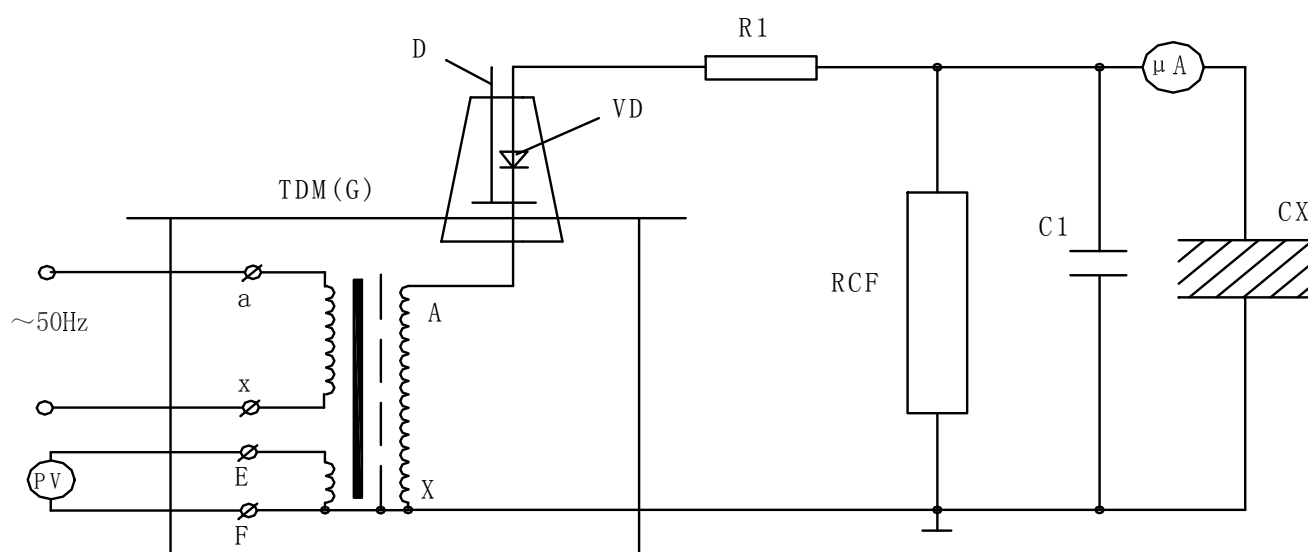

图 7：高压直流泄漏试验接线图
2、YDJ (G) 油浸式便携式高压测试仪在做被试品的直流耐压或泄漏试验时接线原理图如图 7。
注：此试验应先抽出短路杆“D”，图 7 中所示。